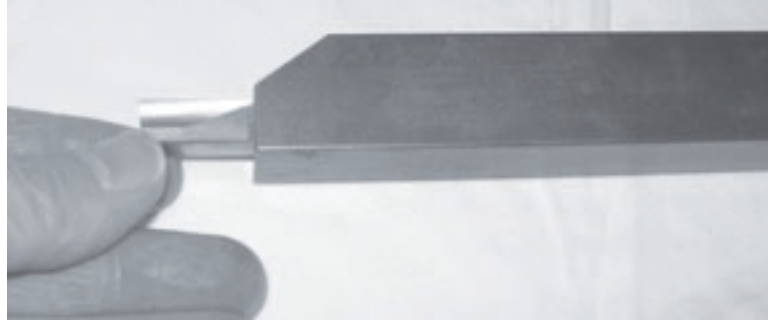

Figura 3-28. Inserte la herramienta de un solo punto en el portaburil como se indica. Apriete el tornillo de sujeción (en la parte posterior) en el portaburil.
- 2.** Inserte la herramienta de un solo punto en el portaburil como se muestra en Figura 3-28. Apriete el tornillo de sujeción en el portaburil.